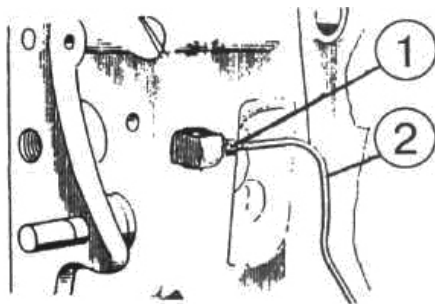

Рисунок 4.51
1) отверните накладки гайки (1) (рисунок 4.51) и снимите трубопровод (2);